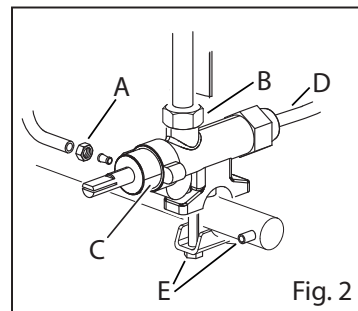

Fig. 2
- Abrir a torneira de interceptação a montante do equipamento (Fig. 2);
- Remontar o parafuso com anilha de contenção de gás na sua posição correta, abrir a torneira de interceptação a montante da aparelhagem (Fig. 2) e, acendendo o queimador, verificar se não há vazamentos de gás.
- Se for o caso, desmontar a vela, de modo a evitar danificá-la durante a substituição do injetor (Fig. 2).
Nos modelos previstos, o fluxo térmico reduzido é obtido com o parafuso do bypass mínimo (Fig. 2) “calibrado” e parafusado até o fim (ver Tabela de Gases de referência).
- Ajustar o parafuso do mínimo by pass (Fig. 2/A)
- Desaparafusar os bicos (Fig. 2/B) e apertá-los na posição escolhida
- Remover a placa de potência (Fig. 2/C) e colocá-la no queimador correspondente.
- Desapertar o espaçador (Fig. 2/D) e apertá-lo na flange escolhida
- Soltar as conexões de entrada (por ex., Fig. 2/E) e de saída de gás (Fig. 2/A e B)
- Soltar o termopar (Fig. 2/D)
- Soltar o termopar da torneira (Fig. 2/D)